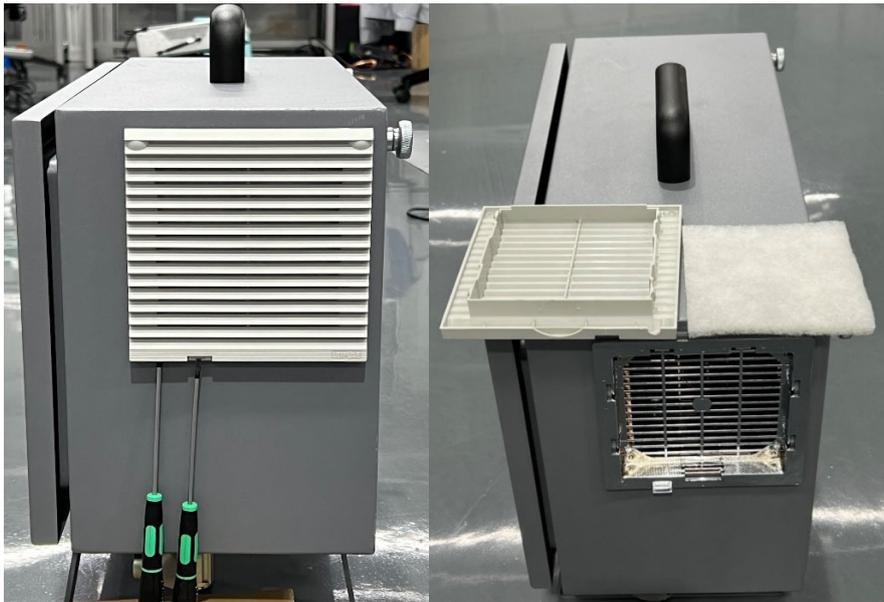

图 2-4：控制箱过滤器拆装
4. 轻轻地拆下外部塑料框架，并维护过滤器，如图 2-4 所示。